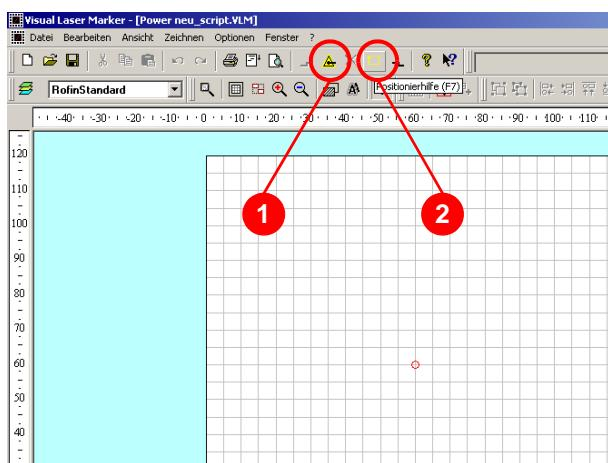

Abbildung 4.5 Laser starten
- Starten des Programms und damit des Hauptlasers über den Button (1) (Abbildung 4.5) bzw. des Positionierlasers über den Button (2).